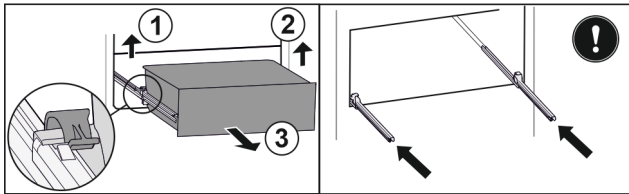

Fig. 37\*
- ▶ Підняти лівий затискач і одночасно висувний ящик ліворуч потягнути вперед Fig. 37 (1).\*
- ▶ Підняти правий затискач і одночасно висувний ящик праворуч потягнути вперед Fig. 37 (2).\*
- ▶ Вийняти висувний ящик рухом вперед Fig. 37 (3).\*